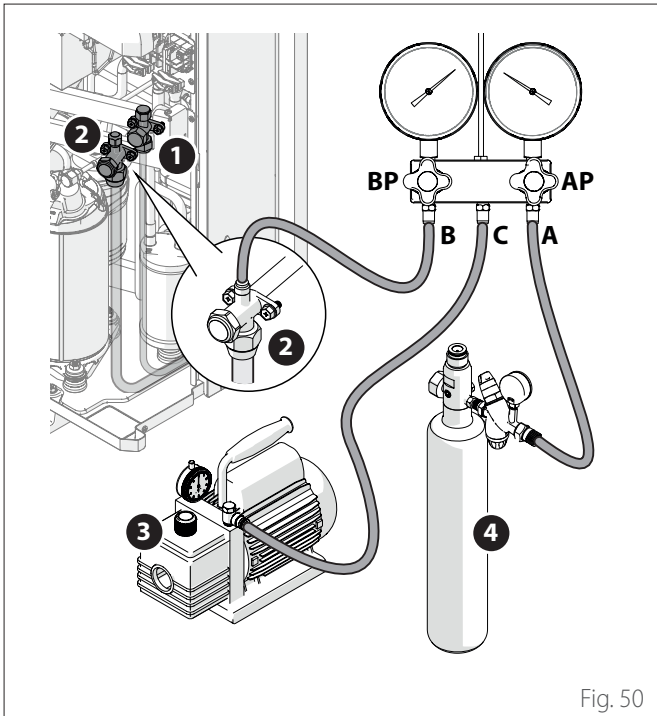

Fig. 50
- Collegare le tubazioni per il vuoto come in "Fig. 50" e la tubazione per la bombola di azoto.
- Aprire leggermente per qualche secondo la valvola di arresto **(2)** e richiuderla ("Fig. 50").